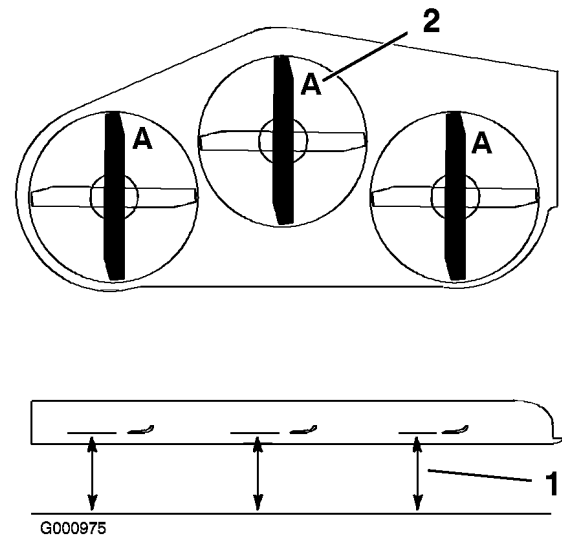

Figura 72
1. Girate le lame fino a disporle in parallelo con la lunghezza della macchina (Figura 72). Misurate da un piano orizzontale fino al tagliente delle lame, posizione A, (Figura 72). Prendete nota di questa misura.